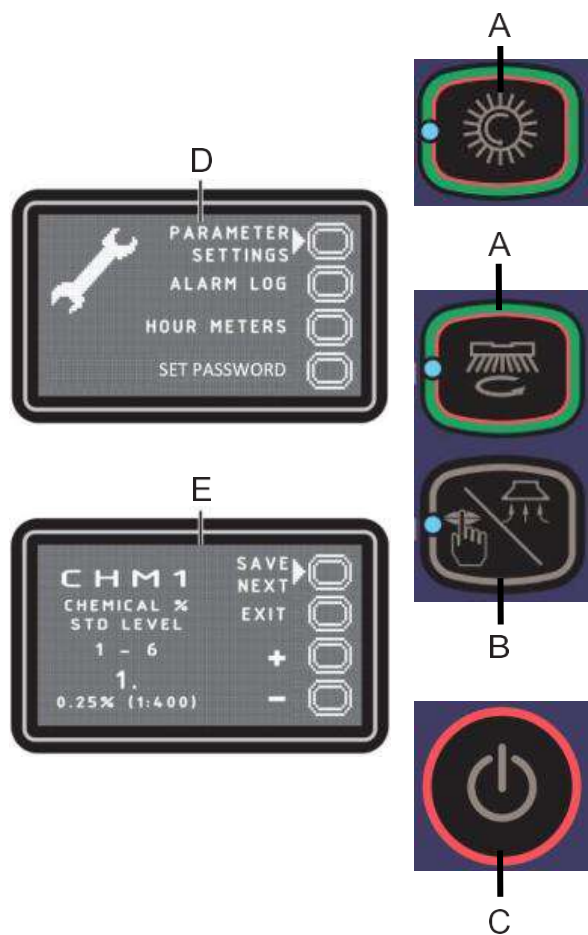

Figure 7
### Écran principal (D, Fig. 7)
### Écran paramètres de la machine (E, Fig. 7)
Pour revenir à l'écran principal (D, Fig. 7), appuyez sur le bouton (A) pour déplacer la flèche sur « EXIT » puis sur le bouton (B).
Pour revenir à l'écran principal (D, Fig. 7) appuyer sur le bouton (B).
2. Appuyer sur le bouton (B) pour l'enregistrer et revenir à l'écran principal (D, Fig. 7).